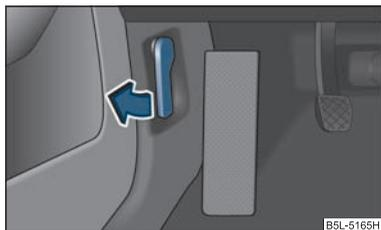

Fig. 164 Leva di sbloccaggio cofano motore
- Tirare la leva di sbloccaggio disposta inferiormente alla plancia portastrumenti sul lato sinistro ⇒ fig. 164.
- Sbloccare il cofano motore ⇒ fig. 164.